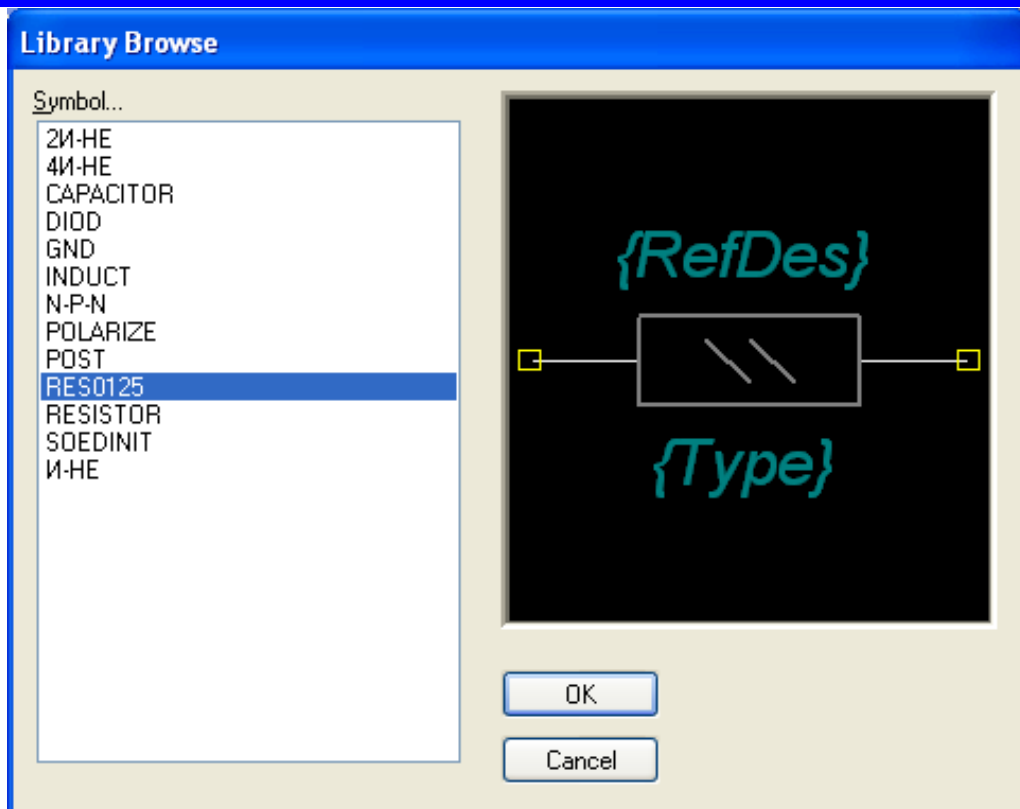

Рисунок 3.36 - Выбор символа резистора
- Для этого следует нажать кнопку **Select Symbol**. В открывшемся окне **Library Browse** в списке символов найти «Res0125», выделить его и нажать кнопку **OK** (рис. 3.36).